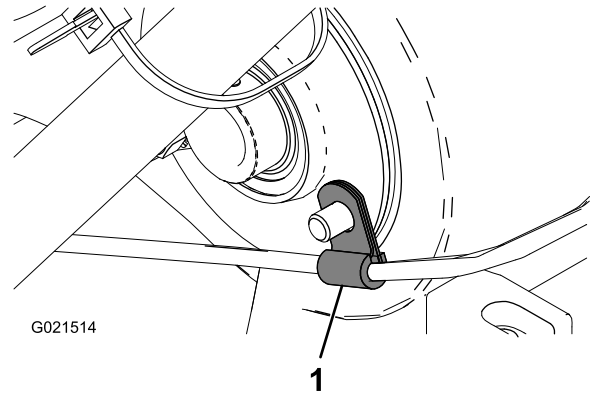

Figure 4
20. À l'aide du clip de l'ancien câble d'accélérateur, fixez le câble d'accélérateur neuf à l'arrière du carter de différentiel (Figure 4).